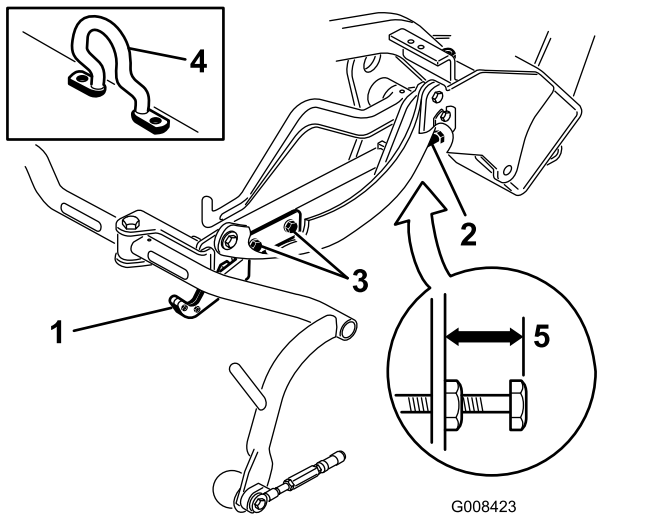
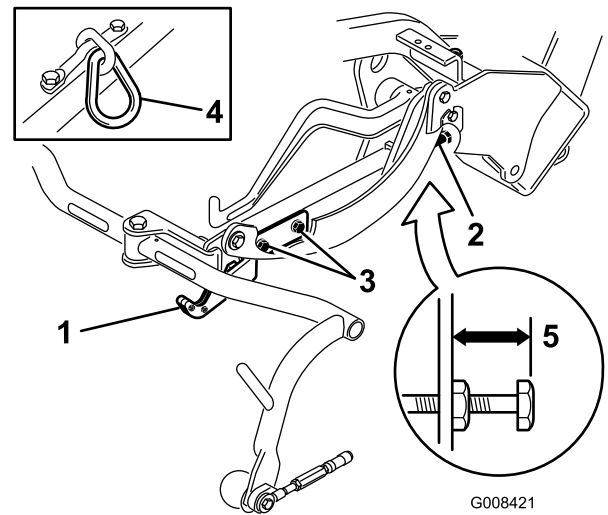
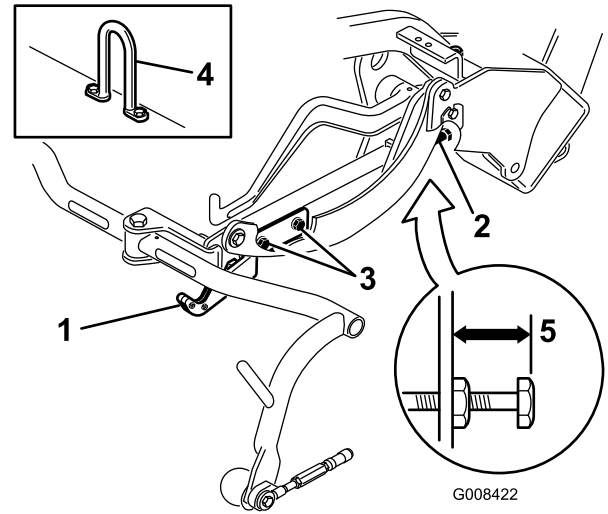

図 10
図 11
図 12
移動走行時の高さを調べ図 11と図 12、必要に応じて調整する。
2. オフセット吊り下げフック図 10、挿入図のついているカuttingユニットでは、キャリアフレーム調整ねじの上端からキャリアフレームの背面までの距離が 25 mm になっていることを確認する。距離が 25 mm でない場合には手順 へ進む。4
3. チェーンリンクまたはストレートリフトフック図 11と図 12、挿入図のついているカuttingユニットでは、キャリアフレーム調整ねじの上端からキャリアフレームの背面までの距離が 22 mm になっていることを確認する。距離が 22 mm でない場合には手順4 へ進む。オフセットリフトリンク図 10のついているカuttingユニットの場合は、次のステップに進む。
4. 移動走行プレート取り付けねじをゆるめる図 11と図 12と図 10。
7. キャリアフレームの高さが同じでない場合には、キャリアフレーム調整ねじについているジャムナットをゆるめる 図 10と図 11と図 12。高くするにはねじを外方向にまわし、低くするには内方向にまわす。調整ができればジャムナットを締めて調整を固定する。